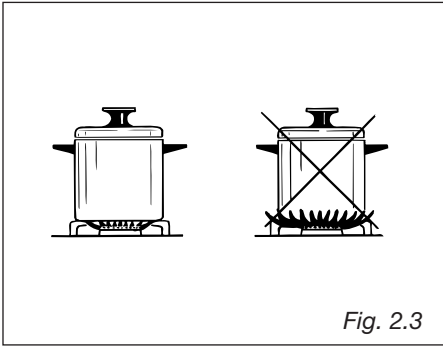

Fig. 2.3
**CHOICE OF BURNER** (fig. 2.3)